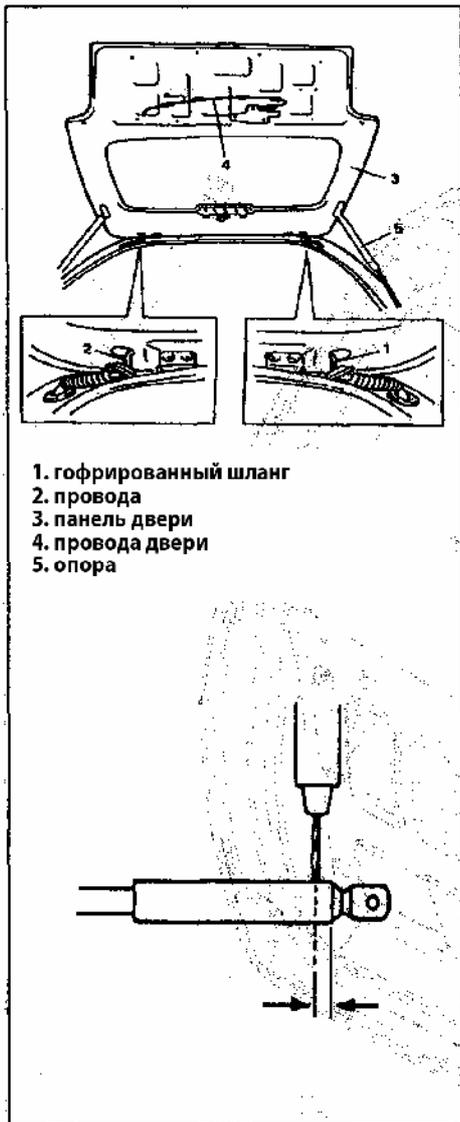

Рис. 820
- Перед утилизацией снятой опоры двери, просверлите отверстие 2 мм как показано на схеме (Рис. 820).